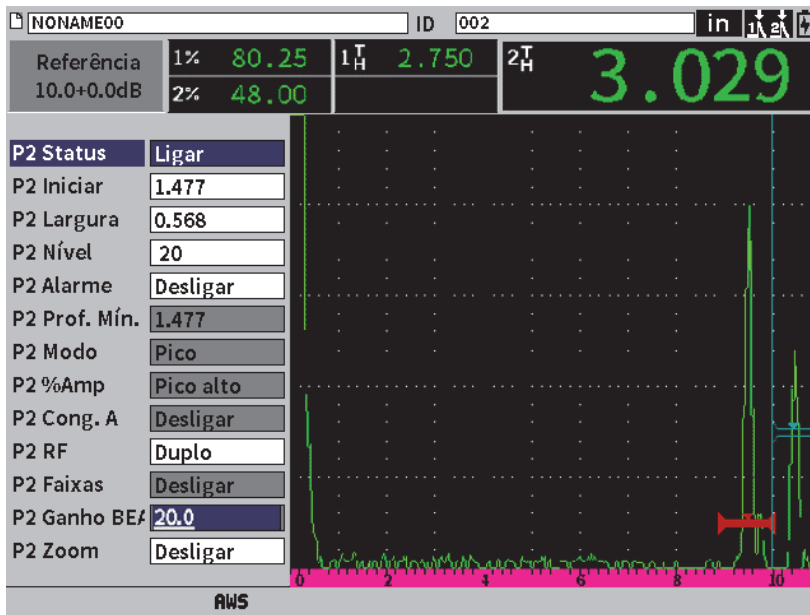

Figura 11-29 Ajustar ganho da parede traseira
1. Na caixa de diálogo porta 2, pressione o botão Tab para selecionar **BEA P2** (veja Figura 11-29 na página 215).